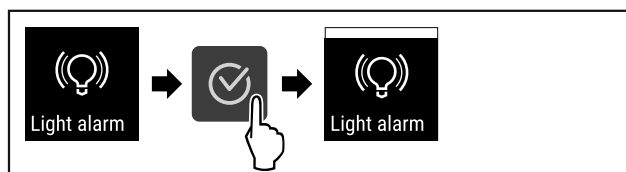

Fig. 94
- Выполните шаги действия см. Fig. 94